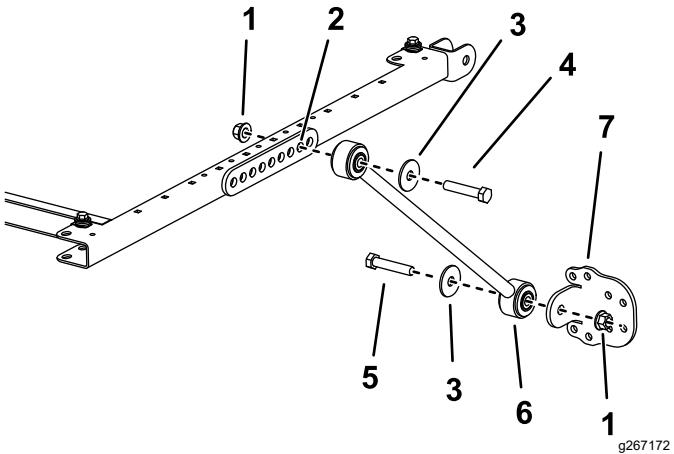

Figure 5
5. De chaque côté du cadre du pare-soleil, fixez légèrement un renfort dans le deuxième trou du support de renfort à l'aide d'un boulon (½" x 2¾"), d'une rondelle (½"), et d'un écrou à embase (½"), comme montré à la Figure 5.
6. Fixez légèrement un support à chaque renfort à l'aide d'un boulon (½" x 2½"), d'une rondelle (½") et d'un écrou à embase (½"), comme montré à la Figure 5.